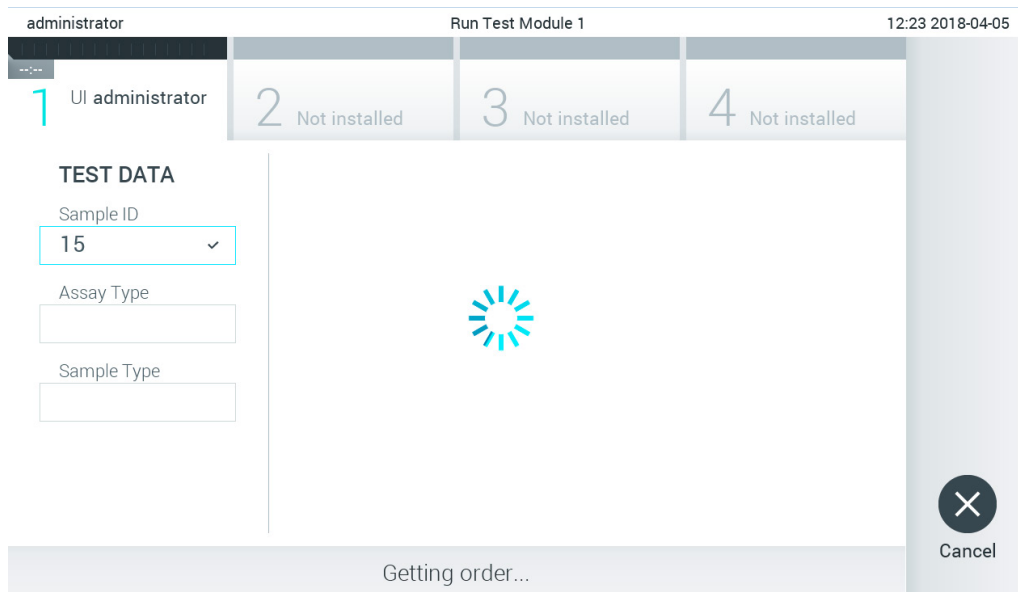

図 83. 検査依頼取得時の表示。
3. サンプル ID がホストに送信され、QIAstat-Dx Analyzer 1.0 が検査依頼を待機中に「Getting order...」（依頼を取得しています...）というメッセージが表示されます（図 83）。